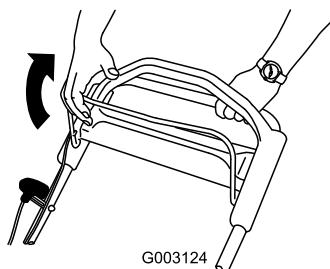

Figure 26
2. Serrez la barre de commande de la lame contre le guidon (Figure 26).